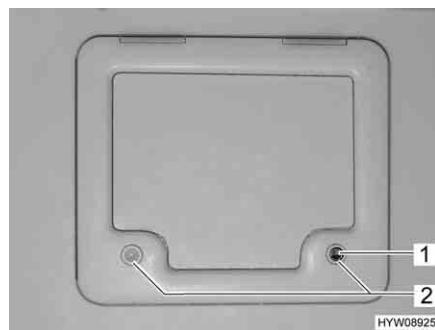

Fig. 25 Sportello per serbatoio fiscale/gavone
- Inserire la chiave nel cilindro della serratura a pressione (Fig. 25,1) e ruotare di un quarto di giro.
- Premere contemporaneamente con i pollici entrambe le serrature a pressione (Fig. 25,2) e aprire lo sportello del serbatoio fiscale.
- Inserire la chiave nel cilindro della serratura (Fig. 25,1) e ruotare di un quarto di giro.